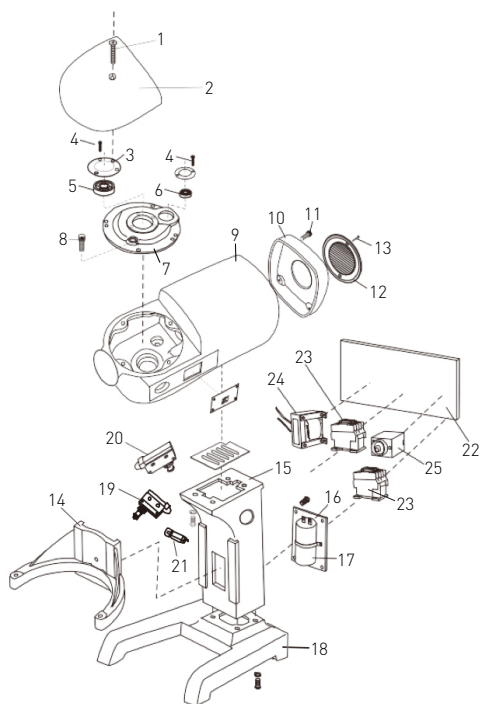

Рис. 1: Система передачи, кронштейн чаши и кронштейн устройства
- С верхней стороны устройства – система передачи, кронштейн чаши и кронштейн устройства (Рис. 1);